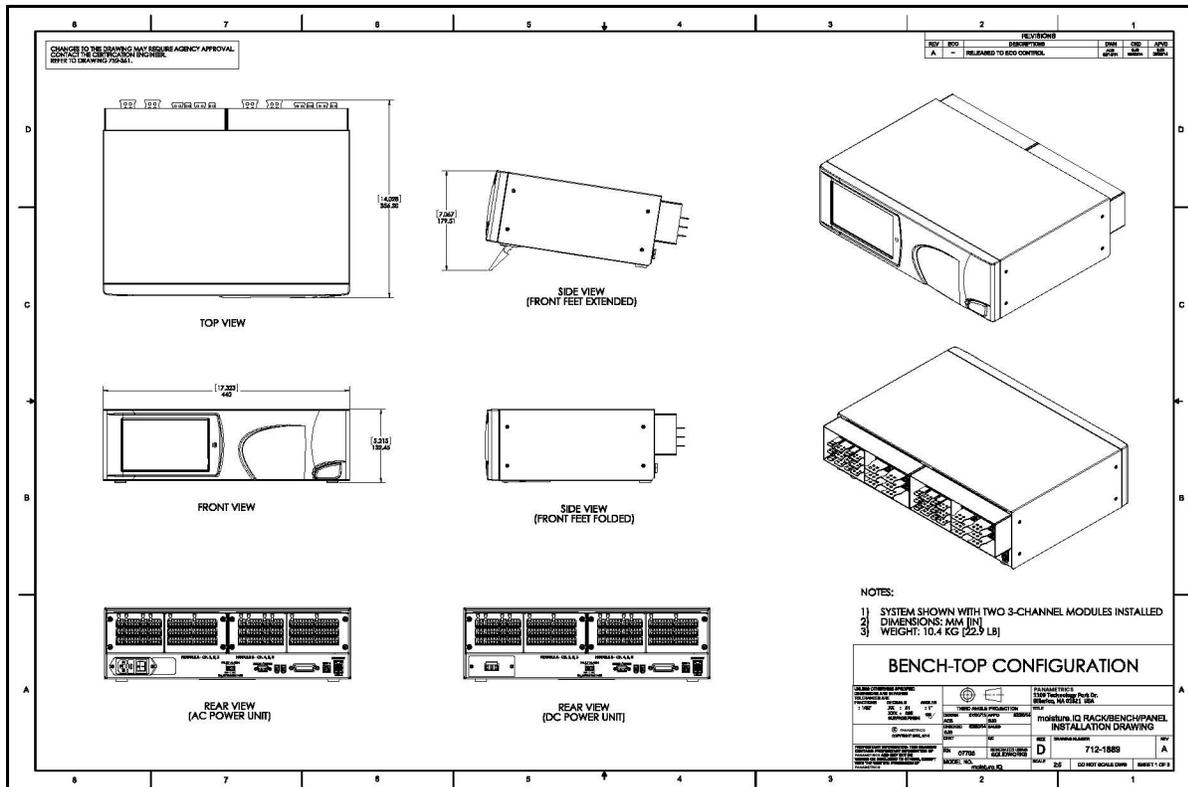

Figura 7: Configuración de sobremesa (Plano 712-1889_revA, SH 1 de 3)
- La instalación debe reunir los requisitos de los planos de configuración 712-1889, versión rack (consulte la Figura 8 en la página 5)/sobremesa (consulte la Figura 7 en la página 4)/panel (consulte la Figura 9 en la página 5).